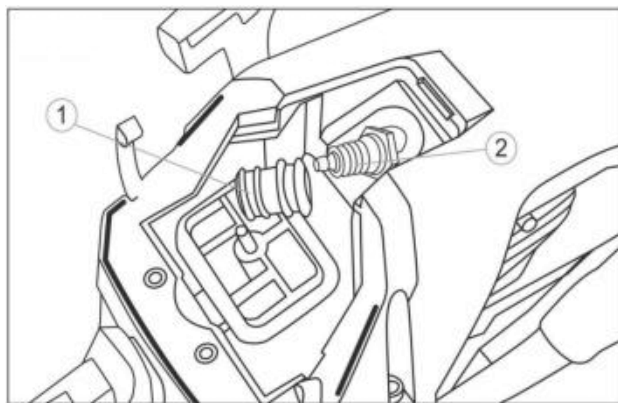

Fig. 26
3. Odłączyć przewód wysokiego napięcia od świecy zapłonowej 1 (rys. 26).